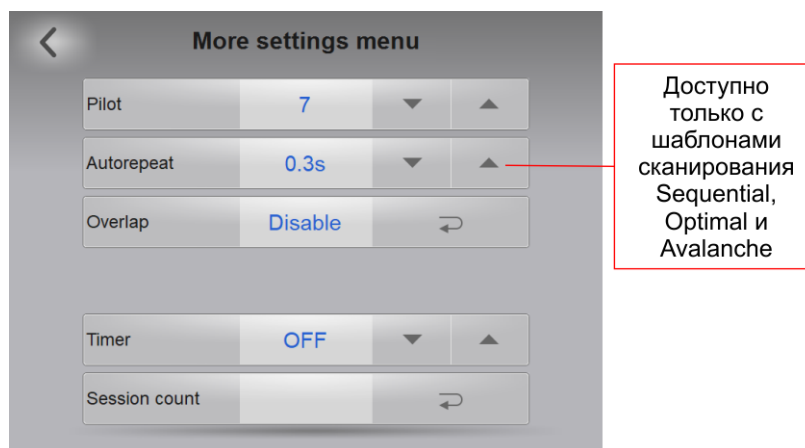

Рисунок 4.37: Меню дополнительных настроек для сканера S11 LX Runner
Нажатием на кнопку меню дополнительных настроек на экране приложения открывается соответствующее окно (см. рисунок 4.37).
- **Яркость пилотного луча (Pilot)** — с помощью соответствующих кнопок на экране яркость можно изменить от уровня 0 до уровня 7 с шагом 1 (см. рисунок 4.37).
- **Время автоповтора (Autorepeat)** — с помощью соответствующих кнопок на экране время для изменения положения сканера S11 LX Runner по завершении полного сканирования можно изменить в пределах от 0,3 до 1,5 секунд (см. рисунок 4.37).